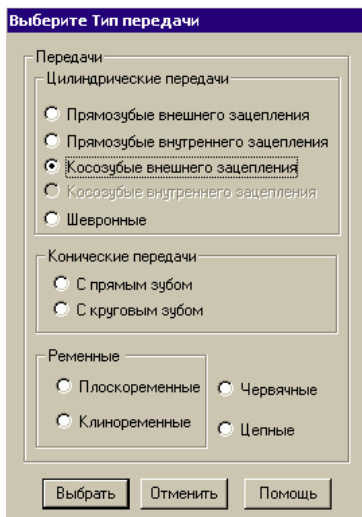

Рис. 1
1. Выбор типа передачи. Нажимаем кнопку «Выбор типа передачи» (меню *Тип/Передачи*) и в открывшемся диалоговом окне «Выберите тип передачи» выбираем «Косозубая внешнего зацепления» (рис. 1).